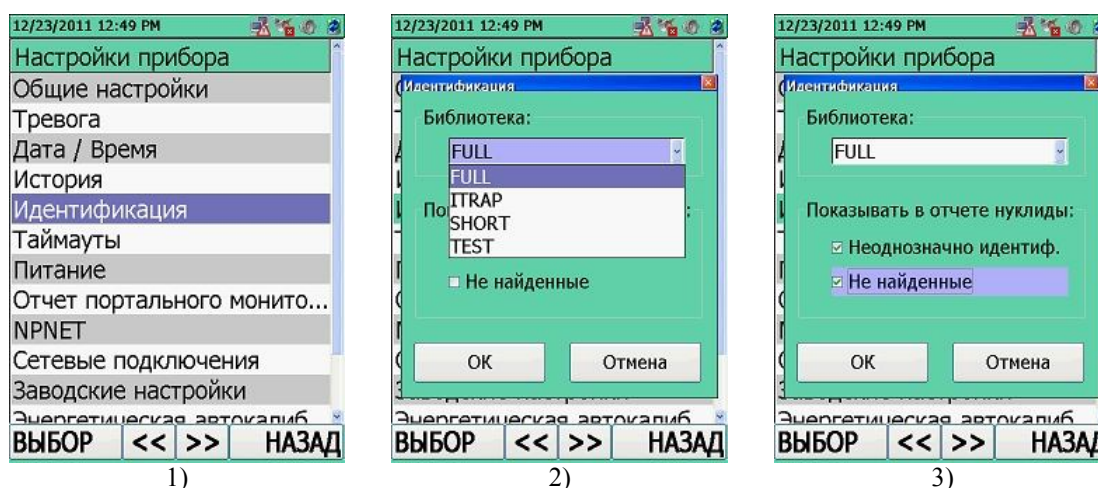

Рисунок 11.31
Для входа в настройки отчета режима идентификации **"Идентификация"** необходимо в окне режим настройки параметров прибора **"Настройки прибора"** переместить выделенный маркер на соответствующую строку, рисунок 11.31 (1). Перемещение маркера осуществляется при помощи кнопок джойстика ВВЕРХ/ВНИЗ. Подтвердить переход в опцию **"Идентификация"** необходимо нажатием центральной кнопки джойстика ВВОД  или кнопки ВЫБОР .
▪ **"Библиотека"** – использование различных типов БД для идентификации требует наличие разных библиотек. Из выпадающего списка необходимо выбрать библиотеку радионуклидов для режима идентификации, рисунок 11.31 (2). Следовательно, режим идентификации радионуклидов будет проходить в области выбранной библиотеки¹⁾.
- **"Показывать в отчете нуклиды"** – выбор типа отчета идентификации, рисунок 11.31 (3):